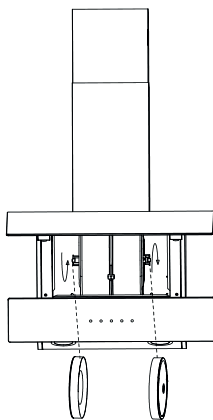

Рис. 7
3. Снять угольный фильтр, который находится внутри вытяжки на корпусе двигателя, вращая его против часовой стрелки (Рис. 7).
4. Затем, повторяя все шаги по пункту 3 в обратном порядке, установите новый фильтр на корпусе двигателя и поверните его по часовой стрелке для фиксации (Рис. 7).